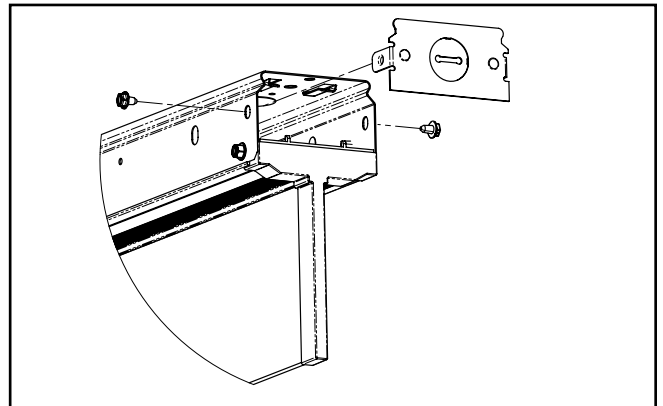

Figure 1.
1. Enlevez les deux vis fixant la plaque d'extrémité en métal comme cela est indiqué (Figure 1). Éliminez la plaque d'extrémité, mais conservez les vis pour usage ultérieur.
1. Enlevez les deux vis fixant les plaques d'extrémité en métal comme cela est indiqué (Figure 1) aux extrémités des deux luminaires de chaque côté du capteur. Éliminez les plaques d'extrémité, mais conservez les vis pour usage ultérieur.